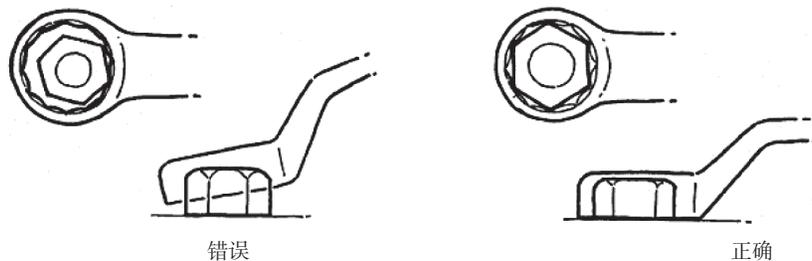

图 1-2-6 梅花扳手的使用
- ① 在开始松开或结束拧紧螺栓或螺母时,它更方便。
- ② 使用适用于螺栓或螺母尺寸的梅花扳手,使梅花端部与螺栓或螺母的头部平行,并拉动扳手,如图 1-2-6 所示。
- ③ 不要使用锤或类似物敲击扳手手柄,或在螺栓还没有松开时就连接金属管。这些动作可能会导致损坏螺栓或工具。如果用锤轻轻敲击螺栓或螺母,将有助于松开螺栓或螺母。